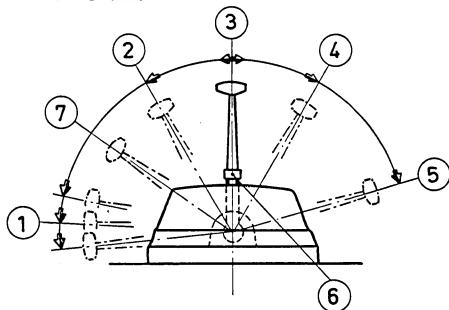

Fig. 8 Teleflex controls
- 2 Bedienungshebel in Neutrallage führen. Bedienungshebel mit der Auskupplungssperre auskuppeln, so daß nur die Motordrehzahl beeinflußt wird. Den Hebel so stellen, daß $\frac{1}{4}$ der Höchstdrehzahl erhalten wird, siehe Abb. 8.